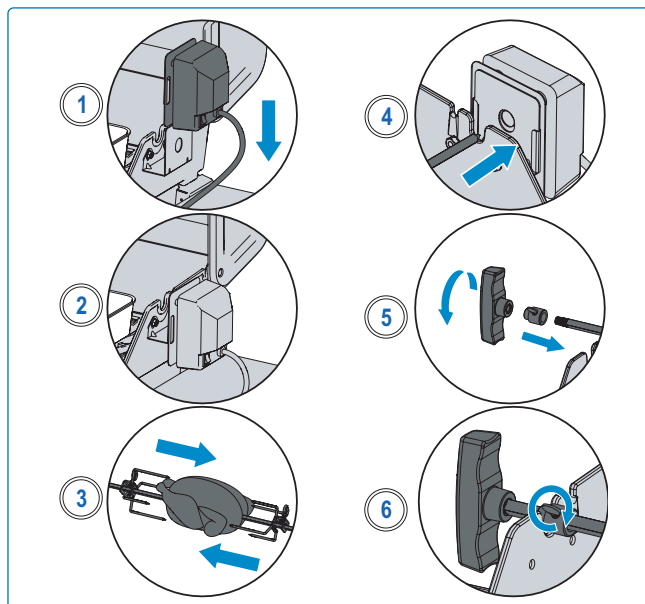

Fig. 16
5. Faites glisser la deuxième fourchette de la rôtissoire sur la broche et poussez-la dans le poulet jusqu'à ce que les 3 poulets soient bien serrés ensemble. Serrez (**Fig. 16**).